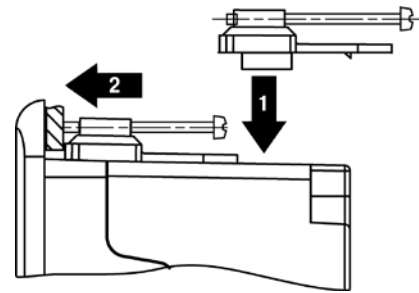

Abb. 4
- Setzen Sie die Schrauben in die Befestigungselemente und ziehen Sie sie fest (siehe Abb. 4). **Die Schrauben nicht überdrehen!**